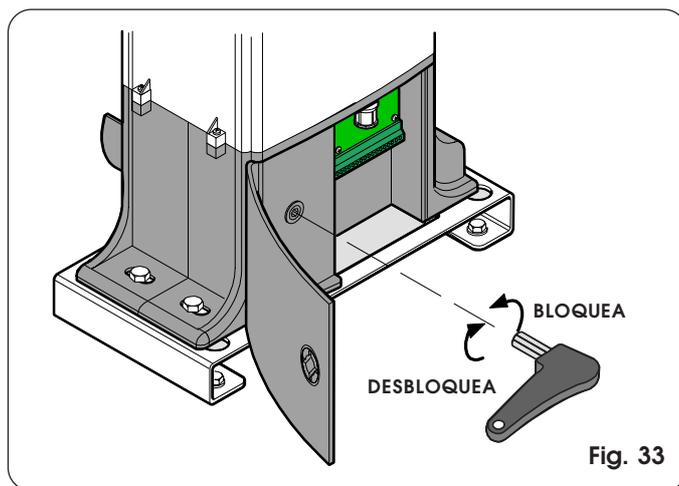

Fig. 33
- Extraiga la llave suministrada en dotación que está alojada en el interior de la portezuela; introdúzcala en el sistema de desbloqueo y gírela en sentido horario hasta el tope mecánico (fig. 33).
- Gire la llave de desbloqueo en sentido antihorario hasta el tope mecánico (Fig. 33).